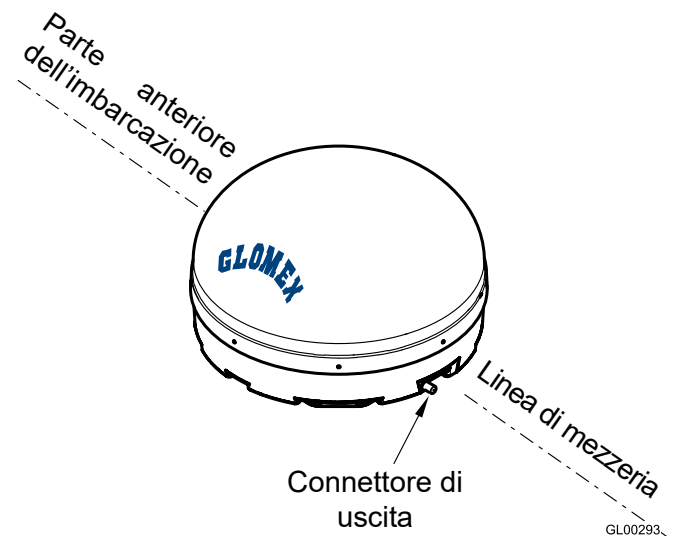

Fig. 10
4. Collocare l'antenna nella posizione appropriata sulla linea di mezzzeria del veicolo attenendosi al verso di installazione indicato in Fig. 10 e applicare una buona pressione sui lati del radome per far aderire correttamente le piastre alla superficie di montaggio.
Per un corretto montaggio rispettare il verso di installazione indicato in Fig. 10.